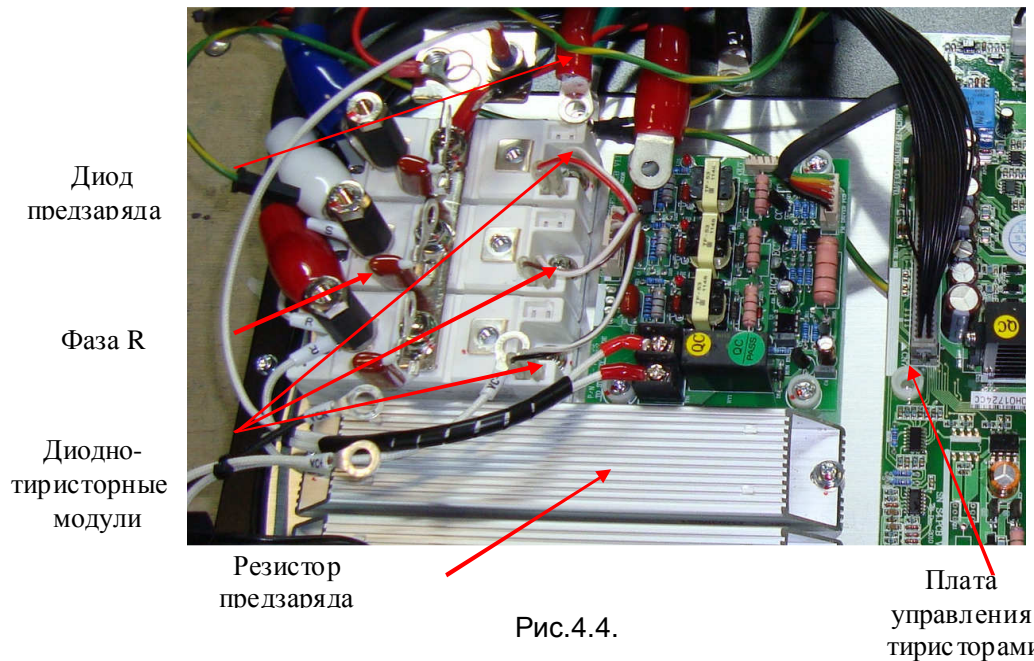

Рис.4.4.
- 4.7.1. Демонтировать пульт управления, плату ЦП, плату варисторов и блок конденсаторов в соответствии с разделом 5. Расположение платы управления диодно-тиристорными модулями (выпрямителем) и самих модулей показано на рис. 4.4.